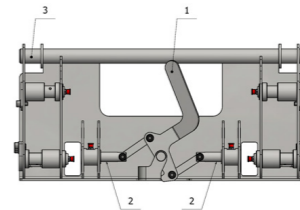
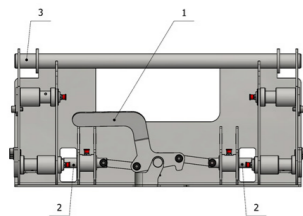

Figura 6: Sujetador rápido desbloqueado
Figura 7: Sujetador rápido bloqueado
3. Al inclinar la palanca (nota 1, Figura 6: Abrazadera de liberación rápida desbloqueada) a la posición vertical, deslice los pernos (2) del sujetador rápido.
4. Al manipular el minicargador y sujetador rápido, es necesario fijar los pernos de sujeción (3) de sujetador rápido en las camras del DA.
5. Ajuste el DA inclinando el sujetador rápido para que los orificios de la herramienta de trabajo estén opuestos a los pernos (2) en sujetador rápido.
6. Asegure el DA deslizando los pernos (2) en los orificios de la herramienta de trabajo, baje la palanca (1) a su posición original (horizontal) (Figura 7: sujetador rápido bloqueado).